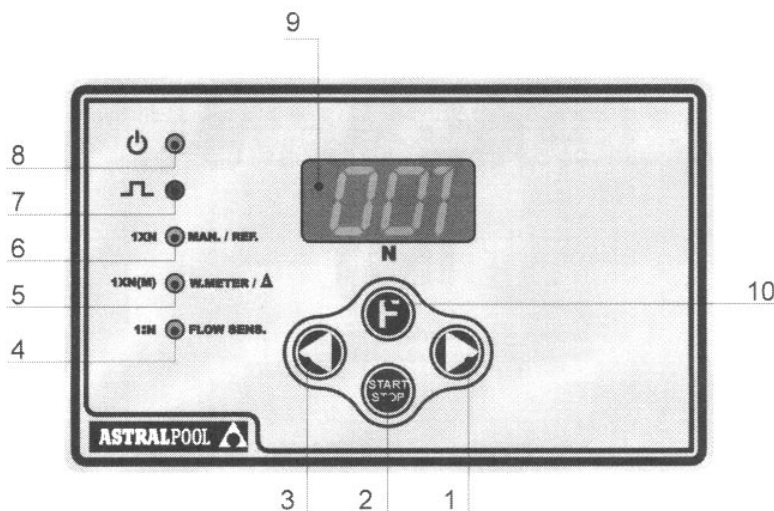

Рис. 22
11.1 – ОРГАНЫ УПРАВЛЕНИЯ НАСОСА (рис. 22)
- 5 - Зеленый индикаторный светодиод 1XN (M) функция/измеритель воды/максимально допустимая разность пульсаций